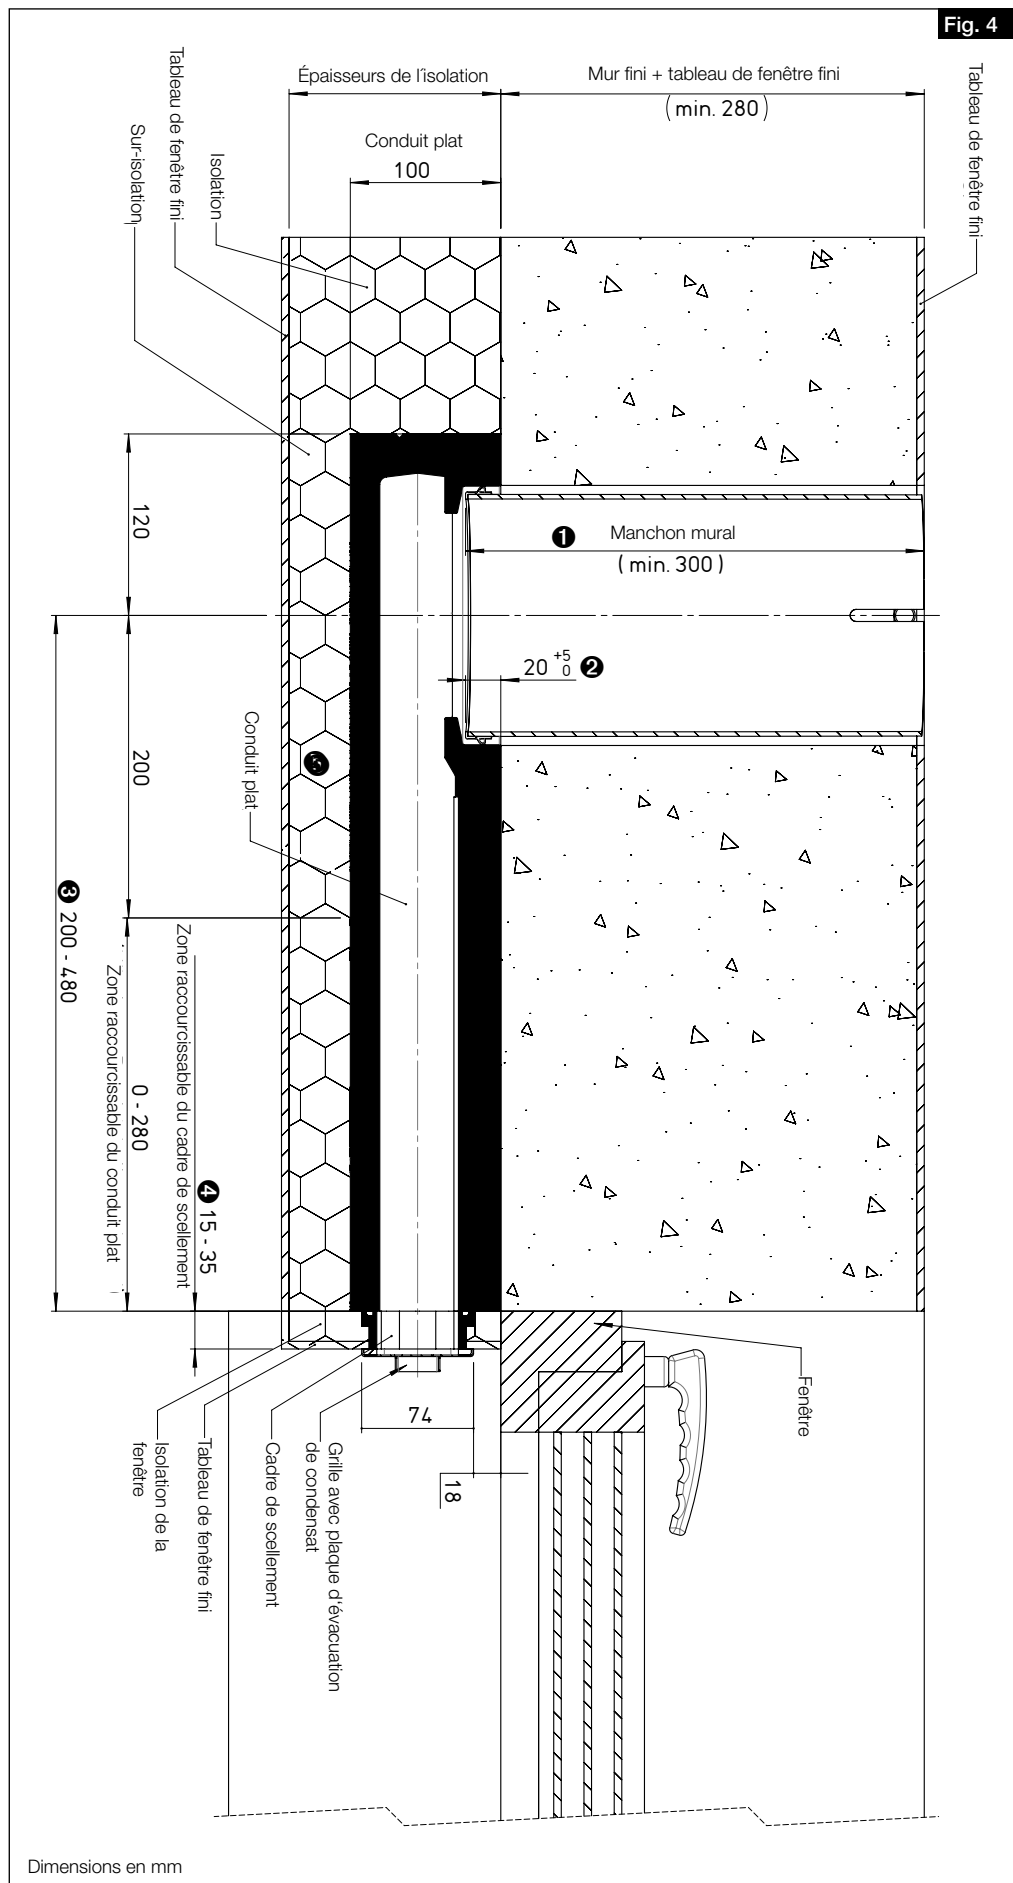

Fig. 4
La longueur du manchon mural ① de l'épaisseur du mur fini et de la profondeur de pénétration dans le conduit plat ② (voir Fig. 4).
Les surfaces raccourcissables du conduit plat ③ et du cadre de scellement ④ sont indiquées sur la figure 4.
④ Hauteur du cadre de scellement